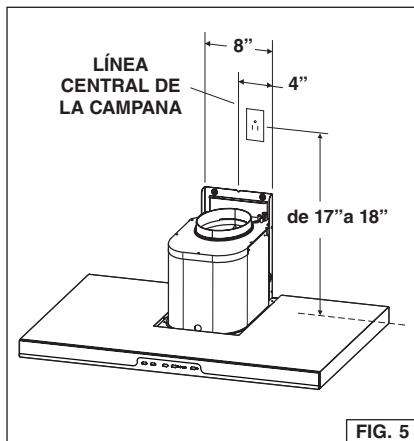

FIG. 5
2. Instale una caja de salida estándar para pared de 2" x 4" y un receptáculo conectado a tierra de 3 patas, 125 voltios, 15 amperes. Fig. 5.